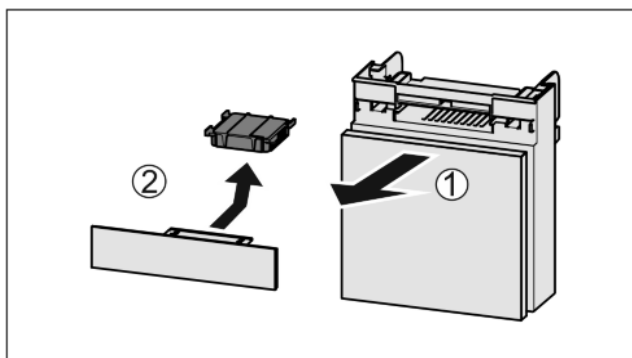

Fig. 36
- ▶ Extrageți Fig. 36 (1) compartimentul către înaintea.
- ▶ Scoateți Fig. 36 (2) filtrul de cărbune activ.